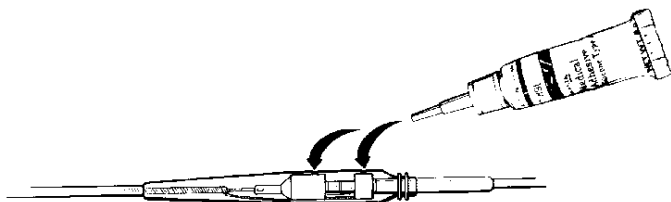

Figure 3. Remplir les deux orifices des vis de colle médicale.
8. Fixer l'embout applicateur au tube de colle médicale. Remplir et recouvrir les deux vis de colle médicale (voir Figure 3).